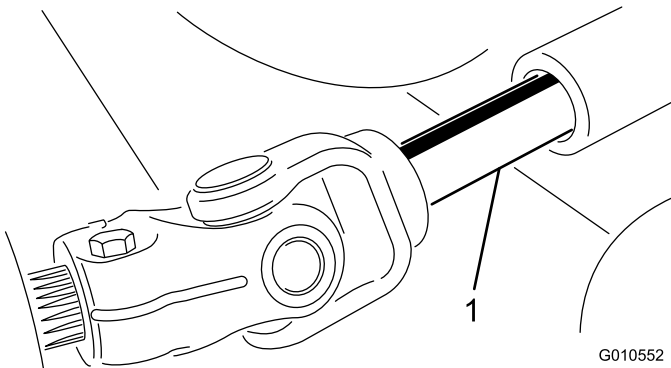

Bild 22
5. Rollen Sie das Mähwerk von der Zugmaschine weg, trennen Sie die Außen- und Innengewindeteile der ZWA-Welle (Bild 22).
3. Schieben Sie die Zapfwelle mit Außengewinde in die Zapfwelle mit Innengewinde (Bild 22).